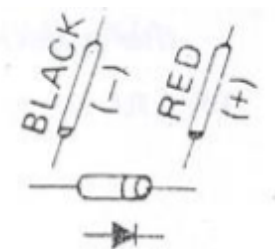

Fig.3.
5.5.6 Cuando esta conectado igual que en la fig.3, se hace una verificación en reversa. Si la lectura obtenida del el diodo que está probando es de ".000" hay corto circuito o si es de "1" hay circuito abierto, entonces significa que el diodo tiene falla.